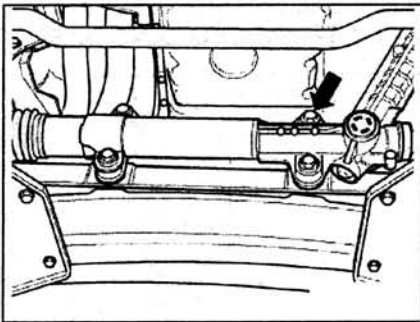

Рис. 6.17. Перед установкой рулевого механизма на балку передней оси вставьте болт (стрелка).
9. Установите рулевой механизм. Перед установкой рулевого механизма на балку передней оси вставьте болт (стрелка) (рис. 6.17).